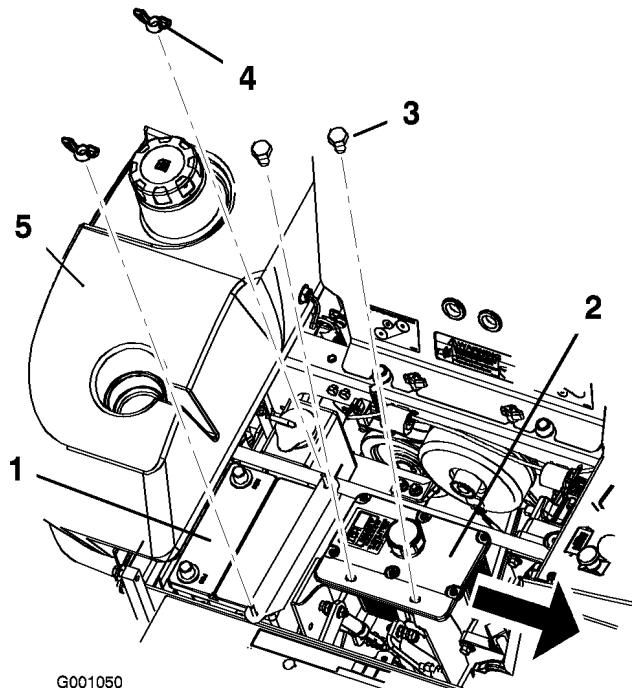

Figure 44
6. Retirez les deux écrous papillons (1/4 pouce) qui fixent la barrette de maintien de la batterie (Figure 44).
7. Retirez les deux boulons de fixation du réservoir hydraulique (Figure 44).
(1/4 po), ainsi que 2 écrous papillons (1/4 po) (Figure 44).